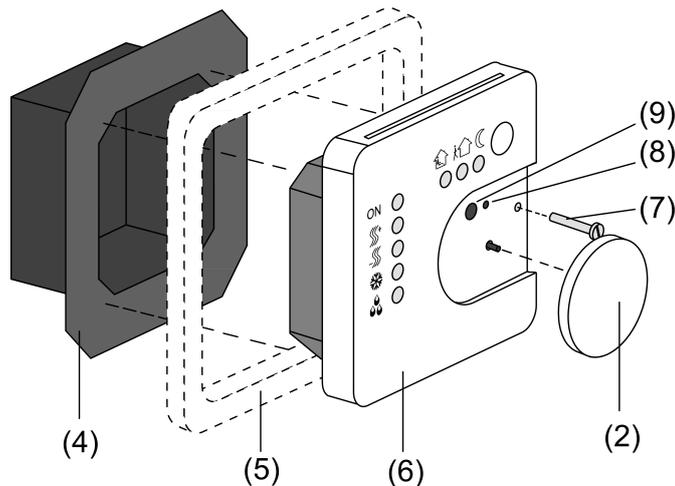
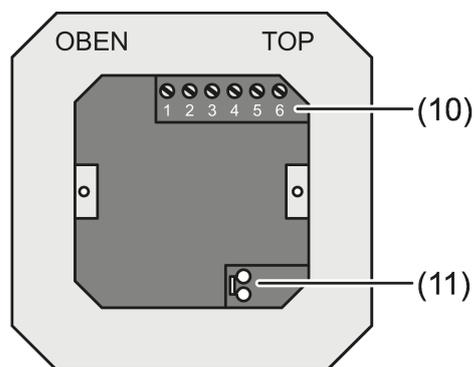
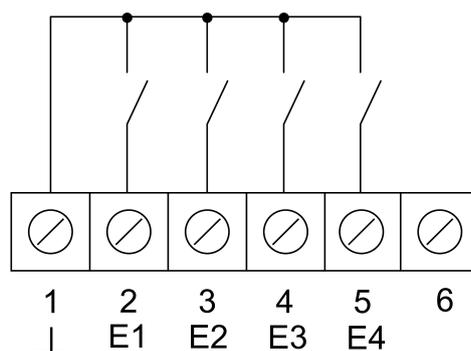
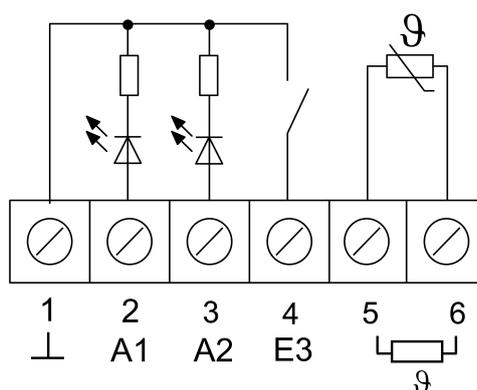

Figura 2: Struttura dell'apparecchio
Figura 3: Inserto morsetti
Figura 4: Collegamento ingressi binari
Figura 5: Collegamento uscite binarie
- (4) Inserto morsetti
- (5) Telaio di copertura
- (6) Modulo elettronico
- (7) Vite di sicurezza
- (8) LED di programmazione
- (9) Tasto di programmazione
- Staccare l'inserto morsetti (4) dal modulo elettronico (6) (Vedi figura 2).
- Collegare il cavo bus al morsetto di collegamento (11) nell'inserto morsetti (Vedi figura 3).
- Ingressi binari **E1...E4**: connettere i tasti o gli interruttori di chiusura o apertura dei contatti finestre ai morsetti **1 e 2...5** (Vedi figura 4) della morsettiera (10) (Vedi figura 3).
- Uscite binarie **A1...A2**: connettere i LED o i relè elettronici ai morsetti **1 e 2, 3** (Vedi figura 5) della morsettiera (10) (Vedi figura 3).
- Connettere la sonda di temperatura esterna ai morsetti 5 e 6 (Vedi figura 5) della morsettiera (10) (Vedi figura 3).
- Installare l'inserto morsetti (4) (Vedi figura 2) nella scatola apparecchi sotto intonaco. Fare attenzione scritta **OBEN / TOP**. La connessione bus (11) deve essere in basso a destra (Vedi figura 3).
- Applicare il telaio di copertura (5) sull'inserto morsetti (4).
- Posizionare correttamente il modulo elettronico (6) sull'inserto morsetti (4).
- Smontare la rotellina di regolazione (2).
- Fissare il modulo elettronico con la vite di sicurezza (7).
- Rimontare la rotellina di regolazione (2).
- Rimuovere la rotellina di regolazione (2) (Vedi figura 2).
- Premere il tasto programmazione (9).